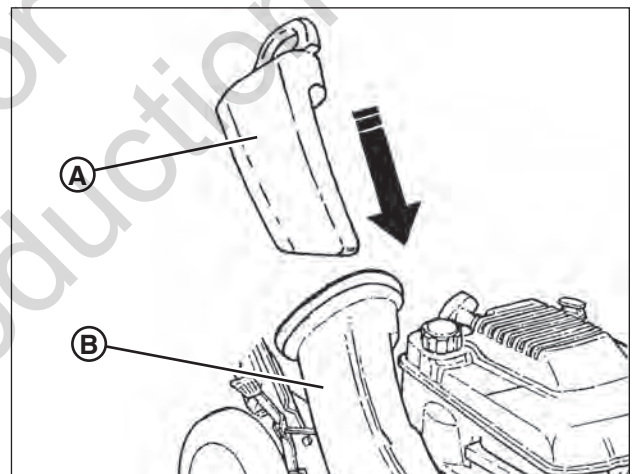

Figure 11: Pose de la fiche de déchiquetage
1. Posez la fiche de déchiquetage **(A, Figure 11)** si un déchiquetage est souhaité après que l'adaptateur de sac soit installé. Posez la fiche de déchiquetage entièrement et solidement sur l'adaptateur de sac **(B)**.